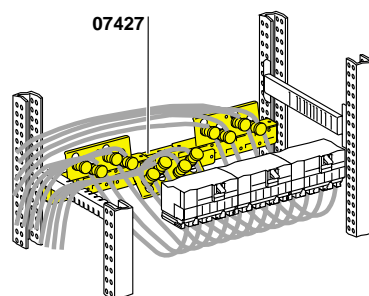

Рис. 3
- на одну или две задние переключатели **07427** (рис. 3 и 4).